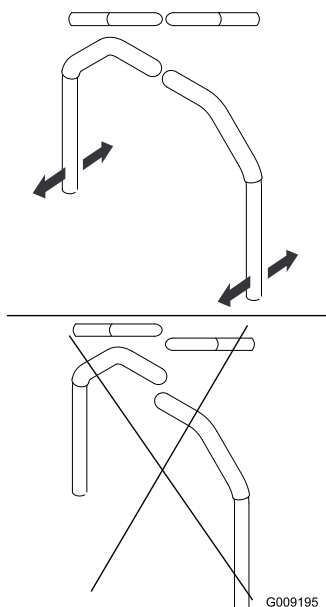

Figure 66
4. Réglez l'alignement avant/arrière des leviers en les plaçant simultanément à la position **POINT MORT**, faites-les coulisser jusqu'à ce qu'ils soient alignés, puis resserrez les boulons (Figure 66).